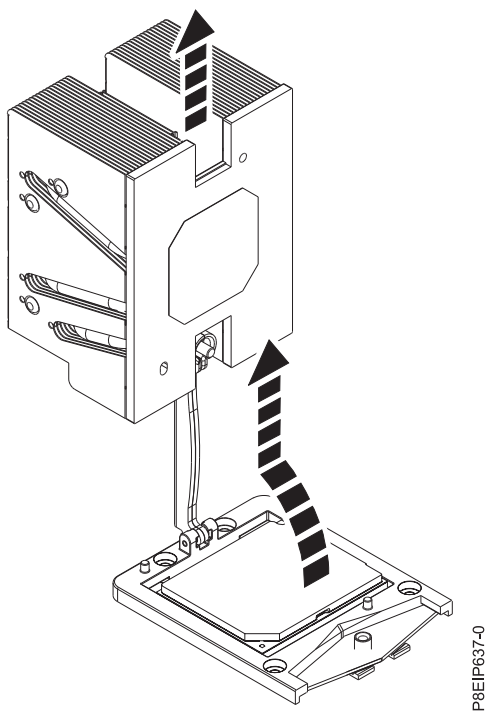

Figure 65. Retrait du dissipateur thermique du bras de chargement
4. Faites pivoter et levez le dissipateur thermique. Le bras de chargement pivote vers le haut. Faites pivoter le dissipateur thermique et ôtez-le du bras de chargement. Voir figure 65.